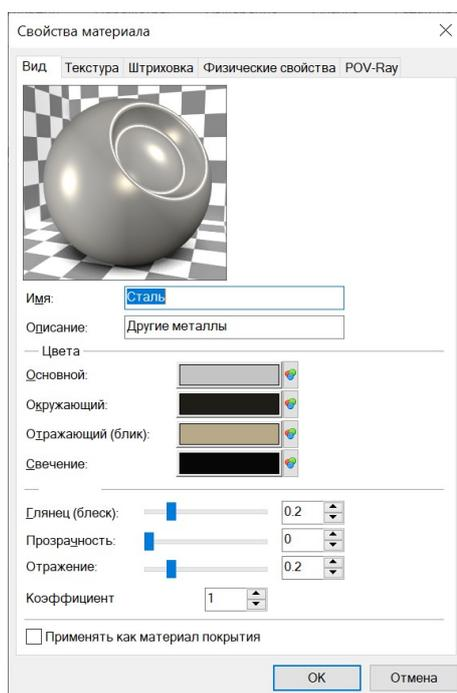

Рис. 9
2) «**материалы**» – список материалов, используемых в создаваемой детали, при этом двойной щелчок мышью на названии материала раскрывает окно параметров (рис. 9), где можно настроить визуальные характеристики отображения детали.